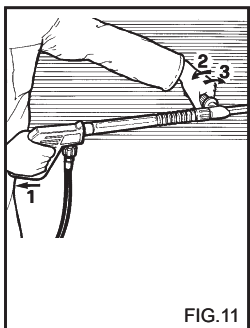
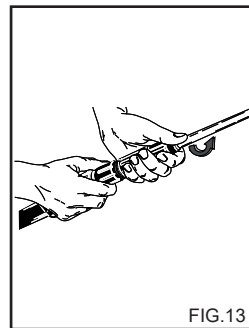

FIG.11
FIG.13
ИСПОЛЬЗОВАНИЕ ДВОЙНОЙ НАСАДКИ ПИСТОЛЕТА (Fig. 13) (дополнительный аксессуар).
2) Снимите удлинитель с ручки и вставьте двойной ствол или ствол с регулируемой головкой (fig. 13), включите мойку, включите всасывание моющего средства, имеющегося в стволе (fig. 11, 12) и нанесите его не промываемую поверхность, действуя снизу вверх. Оставьте моющее средство на несколько минут для воздействия моющего средства.
ОПЕРАЦИИ ПРИ ИСПОЛЬЗОВАНИИ АНТИФРИЗА (fig. 13)